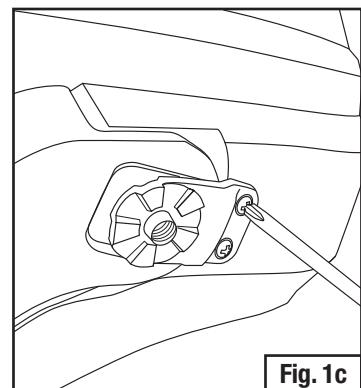

Fig. 1c
- Desatornilla y retira la leva y los postes de pivote en cada lado de la protección de la cabeza con un destornillador manual de cabeza Phillips del tamaño adecuado (Fig. 1c). (No se requiere para instalaciones nuevas en cascos existentes).